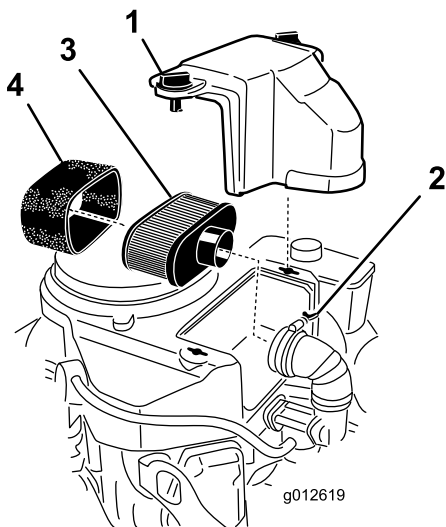

Figura 38
3. Curăți în jurul filtrului de aer pentru a preveni pătrunderea murdăriei în motor i a evita deteriorarea (Figura 38).
4. Slăbiți uruburile capacului i scoateți capacul filtrului de aer (Figura 38).
5. Slăbiți clema furtunului i scoateți ansamblul filtrului de aer (Figura 38).
6. Trageți cu grijă elementul din spumă de pe elementul din hârtie (Figura 38).
- Curățați elementul din hârtie lovindu-l ușor pentru a îndepărta praful. Dacă este foarte murdar, înlocuieți elementul din hârtie (Figura 38).
- Glisați cu grijă elementul din spumă pe elementul din hârtie (Figura 38).
- Amplasați ansamblul filtrului de aer pe baza filtrului de aer sau furtun i fixați-l (Figura 38).
- Montați capacul filtrului de aer i strângeți uruburile capacului (Figura 38).